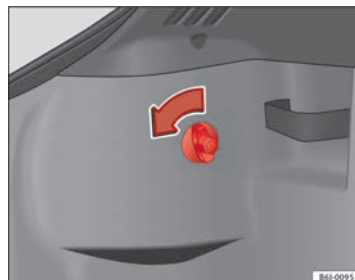

Abb. 166 Zugang zu den Rückleuchten
- Die Schraube von Hand oder mit einem Schraubendreher in Richtung des Pfeils ⇒ Abb. 166 drehen.
- Nehmen Sie den Stecker aus der Aufnahme **(A)** ⇒ Abb. 166.